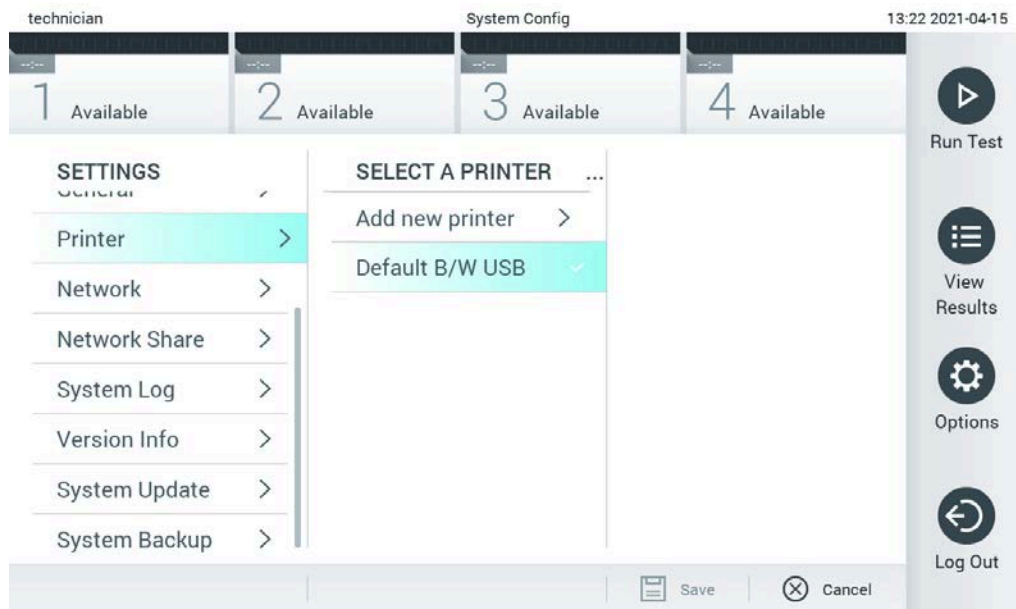

Рис. 73. Выбор принтера для системы.
3. Выберите принтер в списке доступных принтеров (рис. 73).